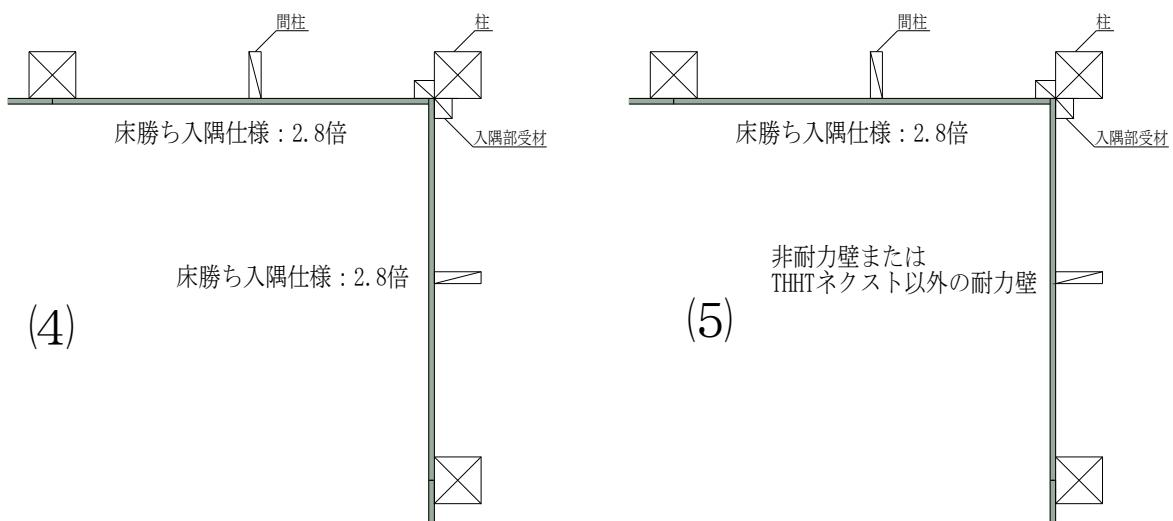

図9 入隅部の納まり図②
- (4)直交する両壁ともに耐力壁（2.8倍）とできます。また、(5)直交するどちらかの壁が雑壁であった場合でも、もう一方の壁は耐力壁（2.8倍）とできます（図9）。尚、入隅部面材の勝ち負けおよび1P・2Pは問いません。